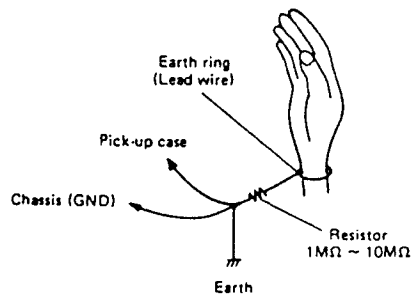

Fig. 4-2
- Before servicing the pickup assembly be sure to prevent electrostatic-inducer destruction by grounding not only test equipment in use but also yourself as shown in Fig.4-2.
- ピックアップ ASSY を取り扱う場合は、測定器などに確実なアースを取ると共に、人体アースを行ない、静電破壊を十分防止してください。(Fig. 4-2)